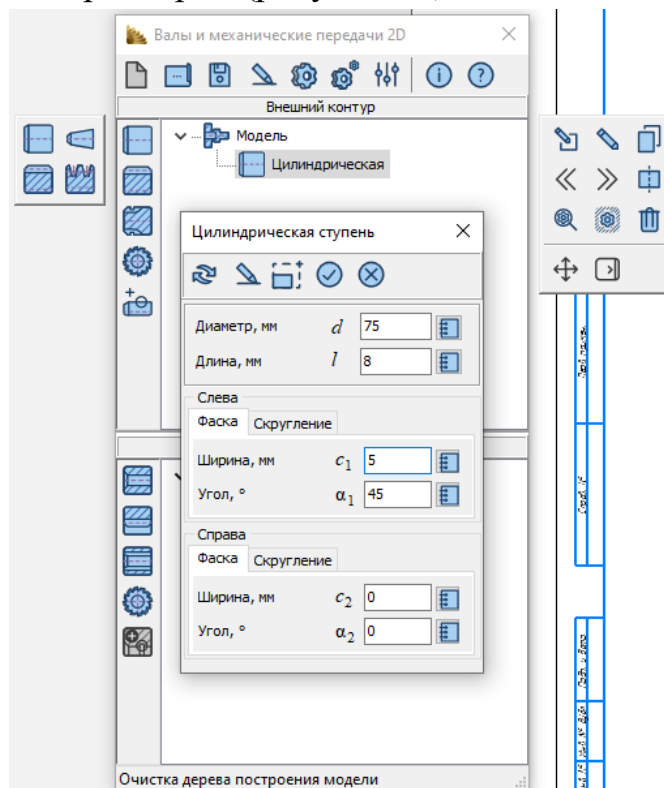
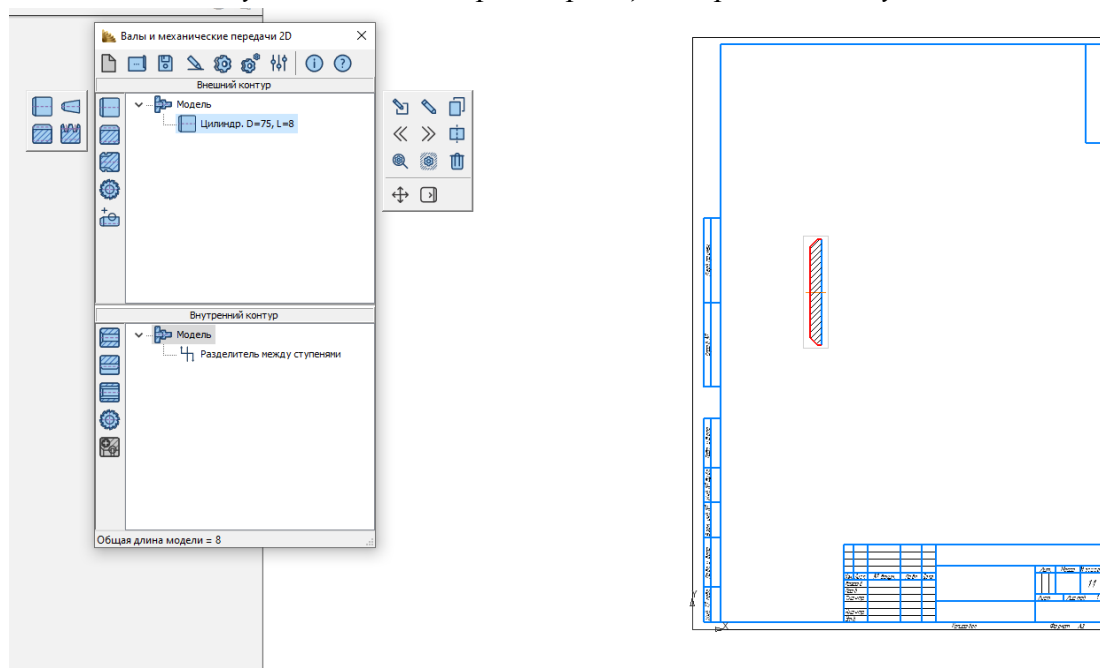

Рисунок 30 - Ввод параметров цилиндрической ступени
Рисунок 31 - Построение цилиндрической ступени внешнего контура
- Нажмите на инструментальной панели внешнего контура кнопку *Простые ступени – Цилиндрическая ступень*. В открывшемся окне задайте параметры цилиндрической ступени в соответствии с чертежом (ступица колеса слева): $d=75$ мм, $l=8$ мм, фаска слева – $5 \times 45^\circ$ (рисунок 30) и нажмите кнопку *OK* . На листе чертежа будет построено изображение цилиндрической ступени по указанным параметрам (рисунок 31).